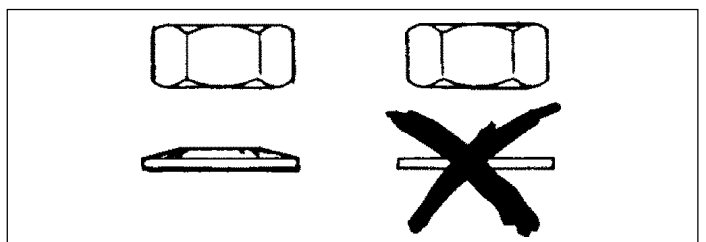

Fig. 25
- l'**écrou de serrage** est inefficace : si la rondelle sous l'écrou est aplatie (fig. 25)